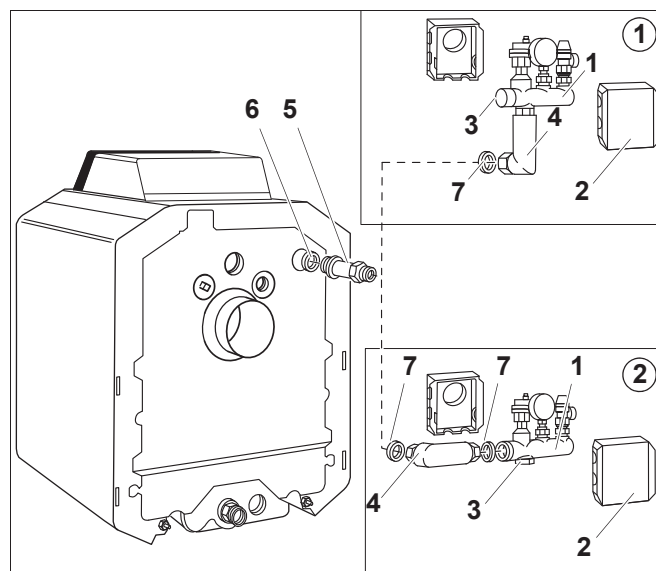

Рис. 1 Комплект безопасности для котла G125
1. Вверх сбоку от котла (пример ①; рис. 1).
2. Сбоку от котла (пример ②; рис. 1).
3. Вверх за котлом (как пример 1, но коллектор со штуцерами (рис. 1, [1]) повернут на 180°, без рис.).
- Вверните двойной ниппель G1 x G1 (рис. 1, [5]) с уплотнительным кольцом в отверстие предохранительной подающей линии котла.
- В зависимости от варианта монтажа комплекта безопасности наверните заглушку (рис. 1, [3]) на нижний или боковой штуцер коллектора.
- Вложите уплотнение в резьбовое соединение (рис. 1, [4]) и соедините уголок с коллектором.
- Вырежьте теплоизоляционные элементы (рис. 1, [2]) в соответствии с подключениями, например, для слива от предохранительного клапана. Вставьте теплоизоляционные элементы сверху один в другой и затем сожмите их вниз.